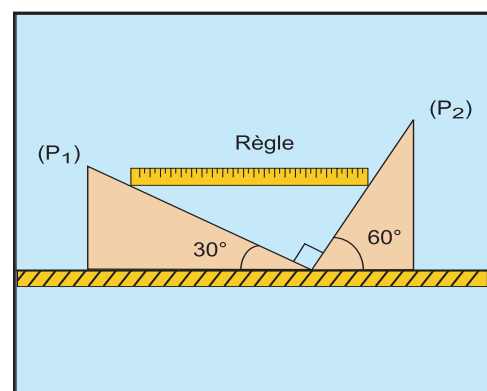

Fig. 33
9. Deux plans parfaitement lisses (P_1) et (P_2) forment entre eux un angle de 90° . Une règle homogène (AB) de longueur $l = 20 \text{ cm}$, en contact sans frottement avec les deux plans, est en équilibre (Fig.33).